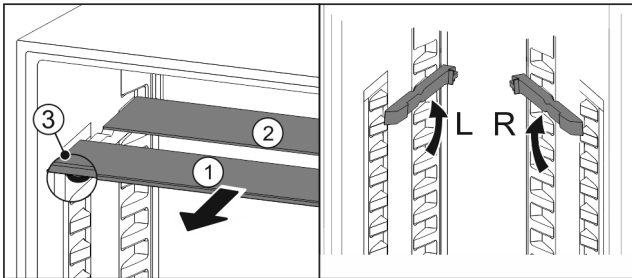

Fig. 71
- ▶ Glasplaten afzonderlijk vanaf de voorkant eruit trekken Fig. 71 (1).
- ▷ Glasplaat Fig. 71 (1) met sierlijst ligt voor.
- ▷ Stops Fig. 71 (3) zijn naar onder gericht.